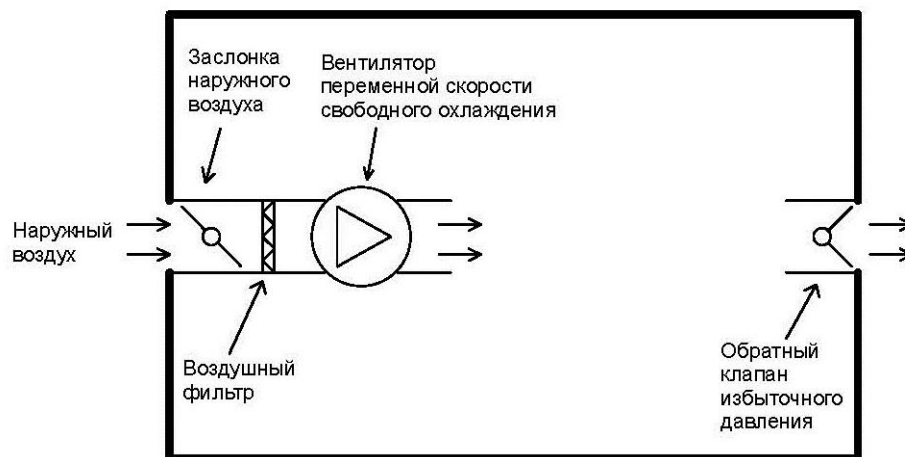

Рисунок 5. Пример технологического решения узла свободного охлаждения с использованием вентилятора с переменной частотой вращения
2) бездатчиковая схема с одной входной заслонкой (дискретная откр/закр.) и вентилятором с переменной скоростью вращения (рисунок 5). Эта схема свободного охлаждения значительно упрощается благодаря применению вентилятора с регулируемым расходом воздуха. В этой системе напрямую рассчитанная мощность охлаждения используется для управления скоростью вентилятора свободного охлаждения. Входная заслонка служит исключительно цели отсекаания наружного воздуха при остановленном состоянии вентилятора свободного охлаждения. Входную заслонку следует применять с приводом на 220VAC и пружинным возвратом. Такая схема гарантирует отсутствие перетоков наружного воздуха при остановленной системе свободного охлаждения или отсутствия питания на кондиционере. Если последнее условие не является критичным, то входную заслонку можно заменить обратным клапаном.